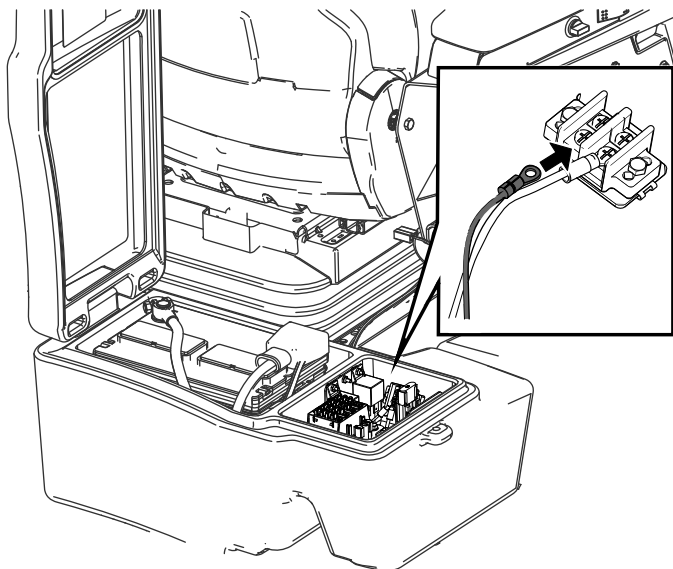

Figuur 24
4. Sluit de pool van de kabelboom aan op de extra stroomdraad die uit de zekeringhouder komt zoals getoond in Figuur 24.